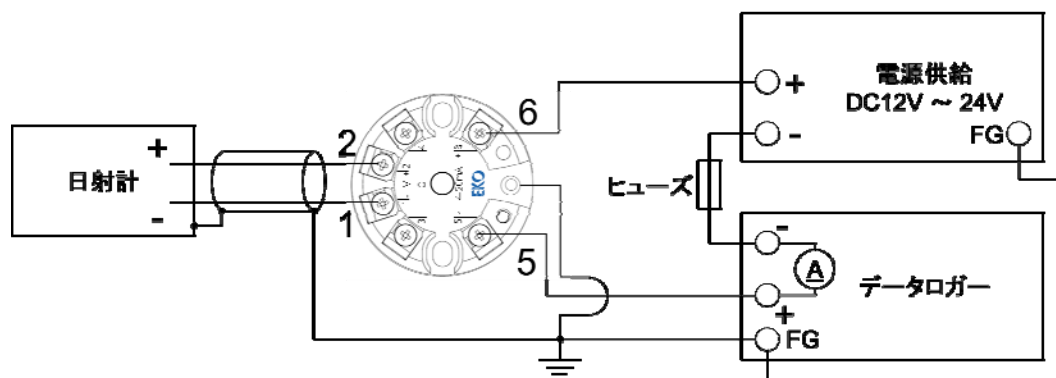

図 5-2. 配線図例(電流計を用いる場合)
- ・電流計を用いる場合: 図 5-2 の例に示す通り、4-20mA 電流ループ回路に直接電流計を挿入しその値を計測する方法です。電流計の内部抵抗で電圧降下が発生しますので、電流計の内部抵抗値を確認の上、電圧降下を考慮して電源電圧を選定してください。推奨電源電圧は 24V です。
電流計を用いた場合(図 5-2)